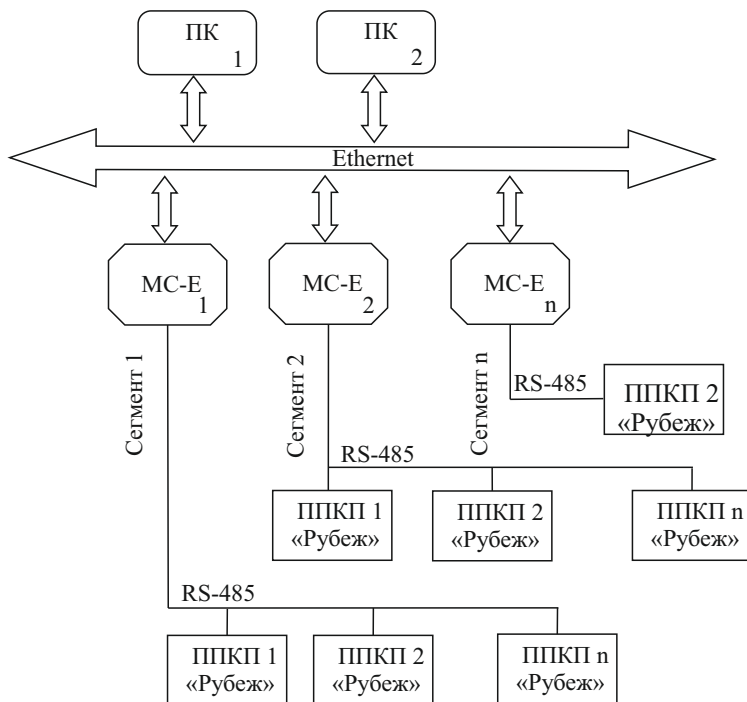

Рисунок 1
- максимальное количество ПК, используемых для одновременного мониторинга системы, не более двух (рисунок 1).